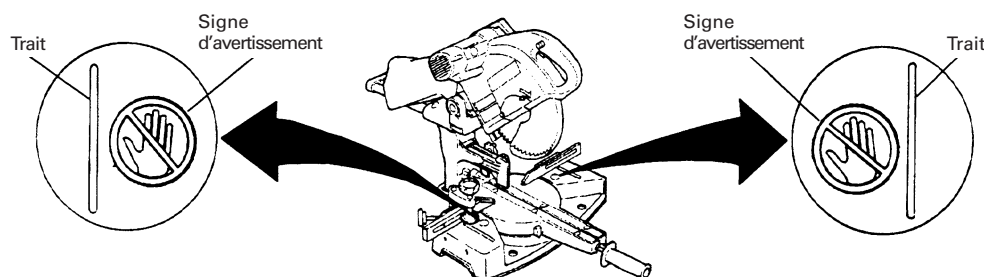

Fig. 16
* Ne jamais amener les membres à l'intérieur de la ligne à côté du signe d'avertissement pendant que l'outil fonctionne. Cela pourrait être dangereux (voir Fig. 16.)